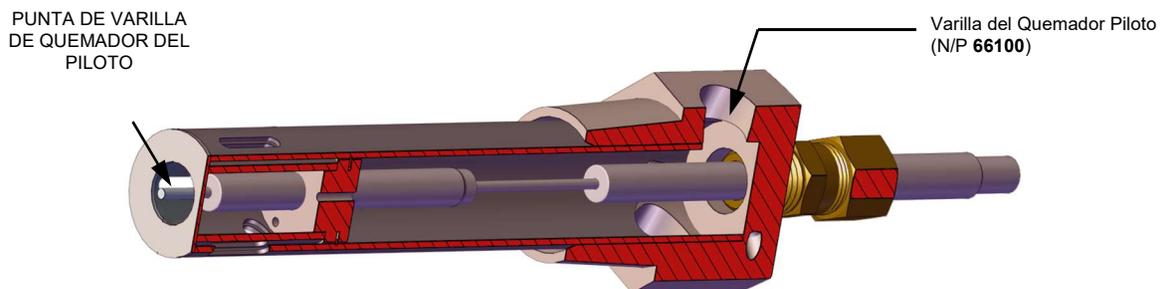

Figura 4-1b: Quemador del Piloto y varilla de encendido del piloto - corte transversal
8. Revise la punta de la Varilla de Encendido del Piloto (N/P **66100**) para buscar algún signo de erosión o acumulación de carbón (ver Figura 4-1b que aparece antes). Si hay acumulación de carbón, limpie el componente usando un cepillo de alambre; sin embargo, si hay signos de erosión significativa, deberá remplazar la Varilla de Encendido del Piloto. Si el Quemador del Piloto está dañado o deformado, remplace el Quemador del Piloto (N/P **29700**).